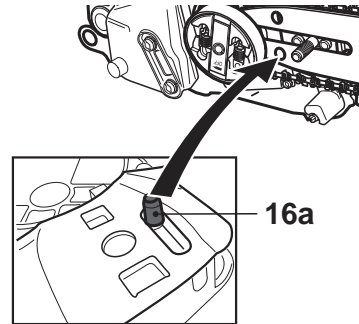

Fig. 6
11. Remettez le couvercle (17) en place. Si nécessaire, ajustez la goupille de tension (16a) en faisant rentrer ou sortir la vis de tension (16) à l'aide de l'outil multifonctions (31) jusqu'à trouver la position permettant d'insérer la goupille dans le trou inférieur du guide-chaîne (7) (Fig. 6).